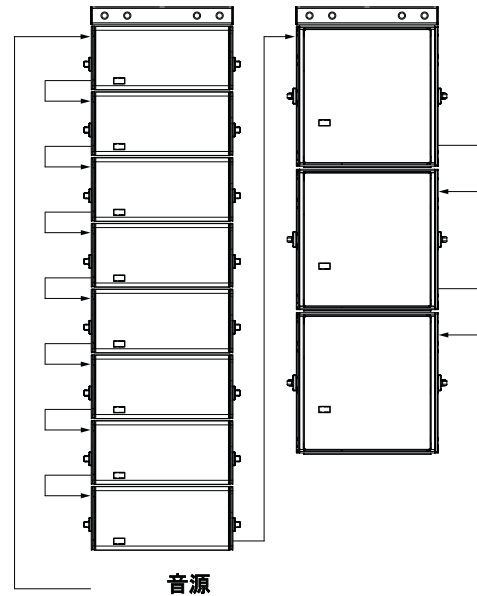

図4: フライングセパレートアレイ
- LEOPARDと900-LFCのフライングセパレートアレイ(図4)